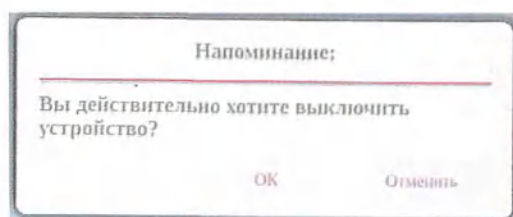

Рис. 30
2. Нажмите кнопку "Выключение" (Рис. 30-3) в левом нижнем углу панели управления еще раз. На экран будет выведено окно подтверждения выключения (Рис. 30).